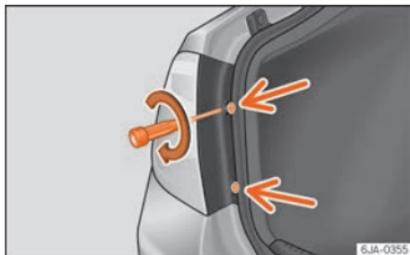

Fig. 103 Montar la unidad trasera.
- Con el destornillador de dotación o una llave Torx 20 (T20), atornillar (girando en sentido horario »» fig. 103) los dos tornillos de fijación de la zona frontal del piloto.